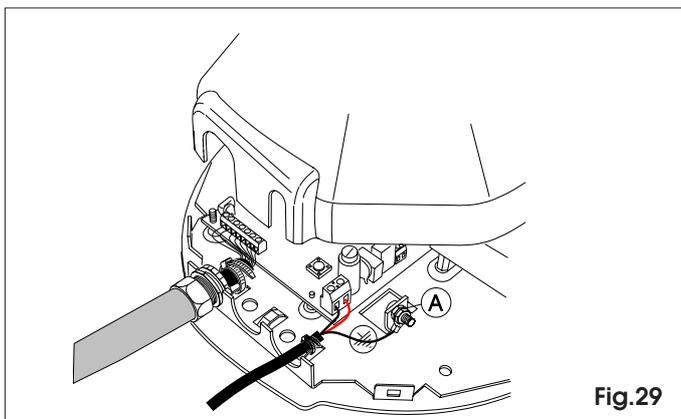

Fig.29
9.3 Coloquen la anilla de masa en el tornillo, añadan una arandela y bloqueen con la tuerca (fig. 29 ref.A).